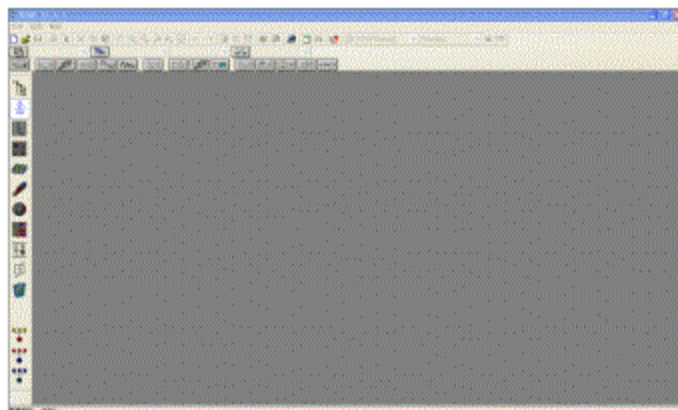

图1-1 ETAP 11.1.1 界面
- 1、双击桌面上的“中文ETAP 11.1.1”图标，打开ETAP 11.1.1 中文版软件，如图1-1所示。